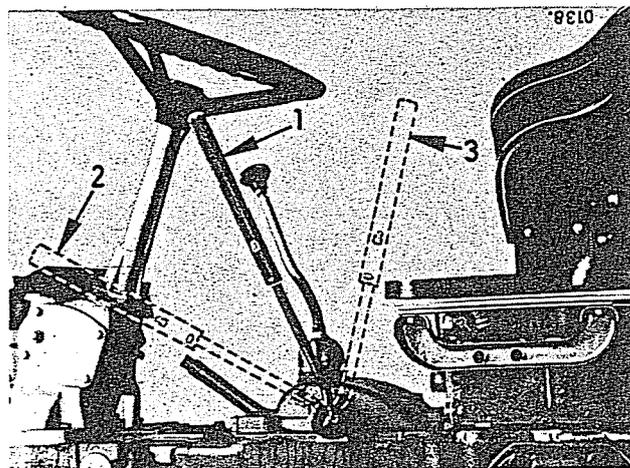

Fig. 8
De sa position point mort (1, Fig. 8), le levier d'Agriomatic peut être placé, soit en avant pour permettre d'obtenir les rapports de vitesse utilisés dans la gamme "champ" (2), ou soit en arrière afin de disposer des rapports de vitesse employés dans la gamme "route" (3). La gamme "champ" peut être engagée lorsque le tracteur est en mouvement, sans que le conducteur ait besoin de toucher à l'embrayage.